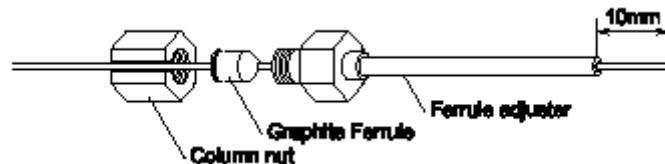

图 1.3 调节色谱柱长度
- (2) 再将色谱柱穿过压环安装管，并在管口伸出约 10mm 的长度，将柱螺母拧紧，使石墨环紧紧的卡在色谱柱上。（柱螺母应先用手拧紧，然后再用扳手拧 3/4 圈）（图 1.3）